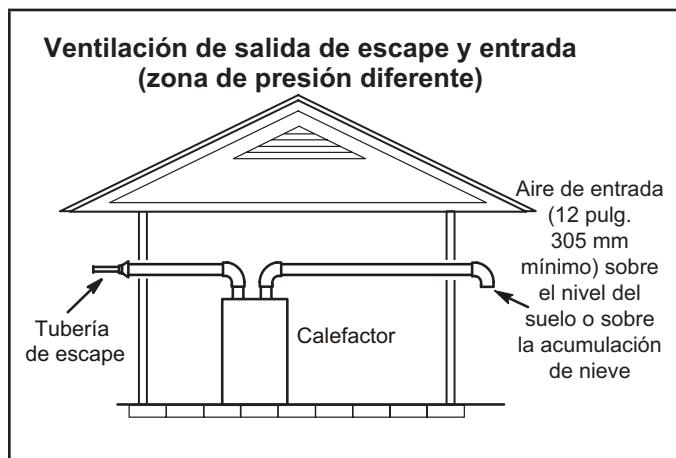
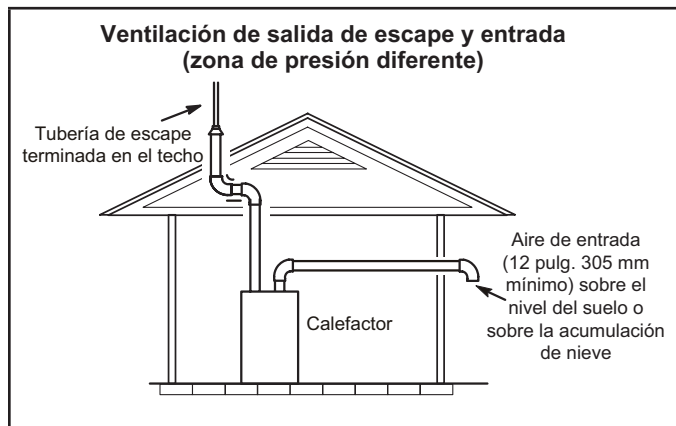

Figura 35
Figura 36
- 1 - Las terminaciones de entrada y de escape no tienen que estar en la misma zona de presión. Usted puede sacar la entrada en un lado de la estructura y el escape en el otro lado (Figura 35). Usted puede sacar el escape por el techo y la entrada por el costado de la estructura (Figura 36).